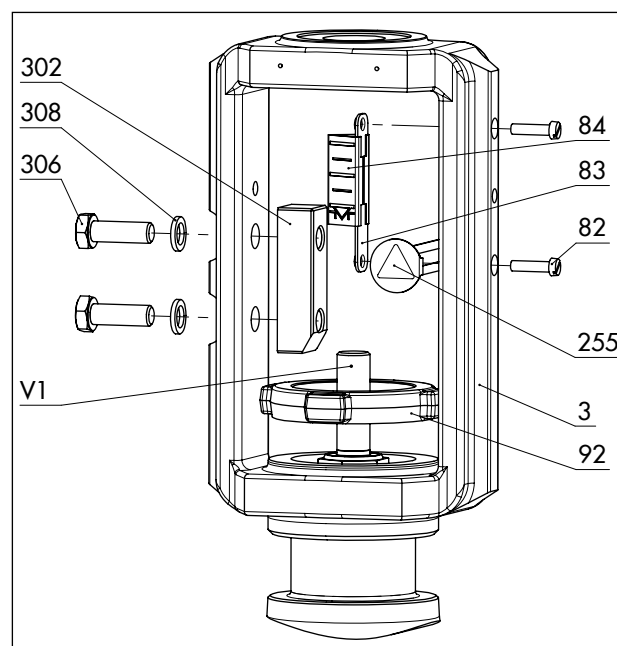
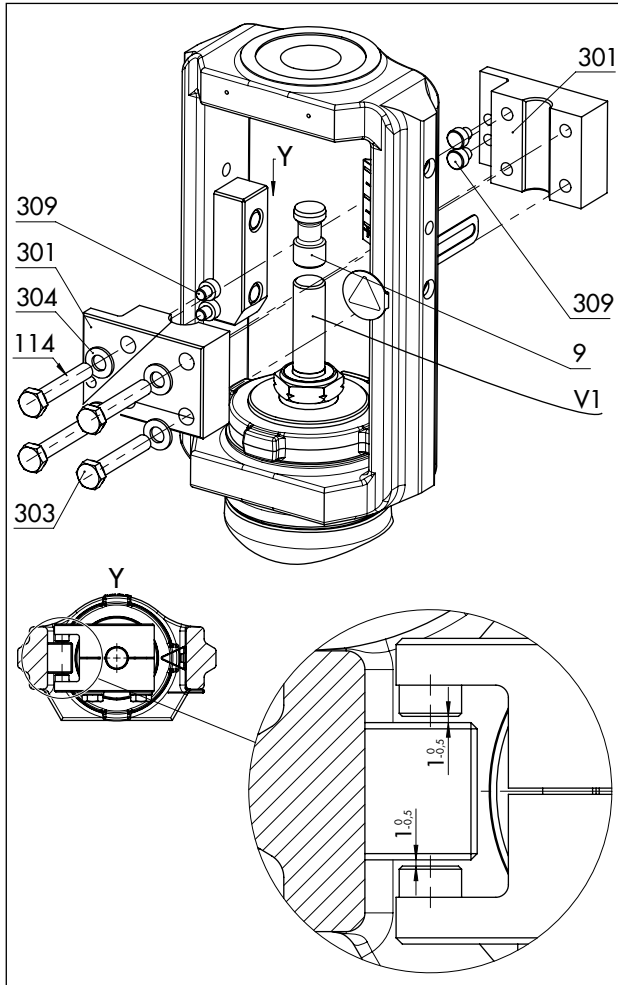

Fig. 16 : Schéma de montage de l'ensemble arcade-indicateur de course en exécution spéciale
Fig. 17 : Schéma de montage du dispositif de blocage en exécution spéciale
Cf. Fig. 16 et Fig. 17
- Il existe un interstice nominal de 0,5 à 1 mm de chaque côté entre les rondelles de glissement et leur support sur l'arcade (cf. détail Y dans la Fig. 17).